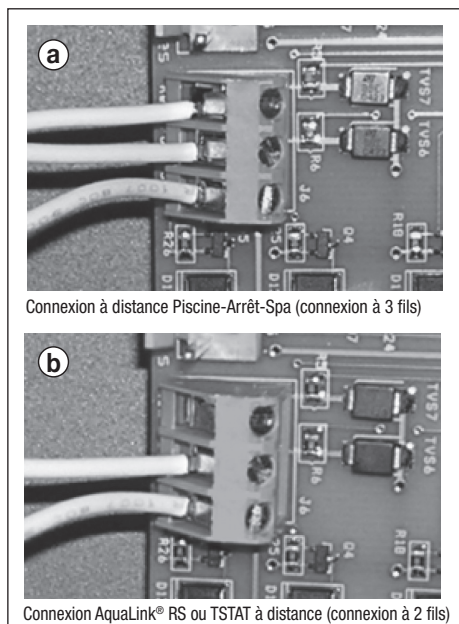

Figure 11. Câblage de connexion à distance
4. Connecter le câblage du système de contrôle de la piscine/du spa à la borne de télécommande de la thermopompe. Voir *Figure 11(a)*.
2. Connecter les deux (2) fils aux bornes 1 et 2 à 10 broches vertes du AquaLink RS.
3. Mettre DIP S2-1 (broche n° 1 du commutateur DIP à 4 positions) sur la position ON (activée) (voir la *Figure 11*).
4. Connecter le câblage du système de contrôle de piscine/spa à la borne de télécommande de la thermopompe. Voir *Figure 11(b)*.